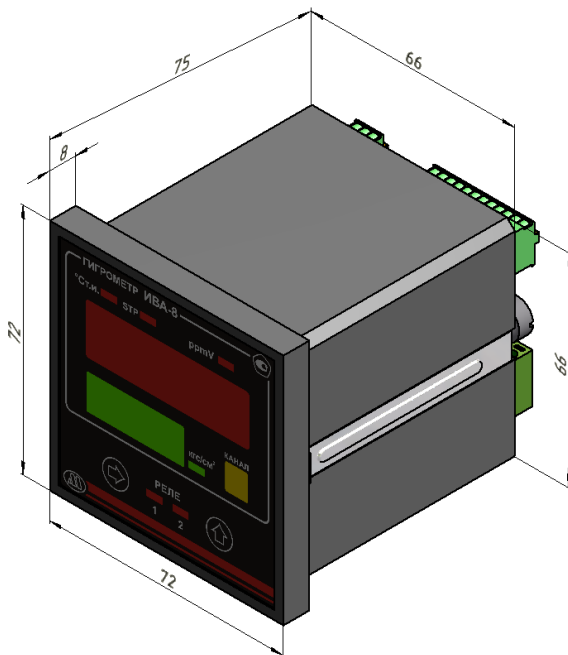

Рис.1. Внешний вид и установочные размеры блока индикации.
5.1. Блок индикации рассчитан на утопленный монтаж на щите вдали от силовых щитов и оборудования, создающих сильные электромагнитные и электрические поля. Установочные размеры блока индикации показаны на рис.1.